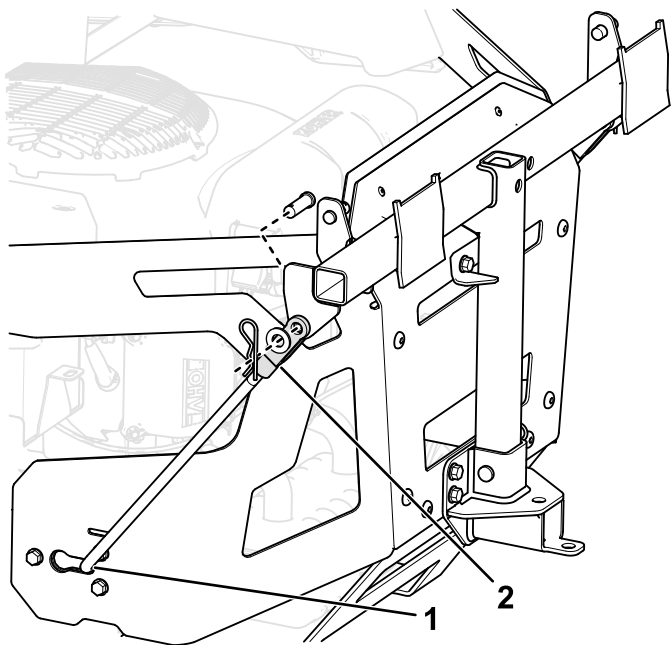

Figura 16
5. Installate l'estremità curva e svasata di un'asta nella scanalatura sagomata presente sul lato del telaio della macchina e spostate l'asta indietro per inserirla in posizione nel telaio (Figura 16).
7. Fissate le estremità dell'asta al telaio del cesto di raccolta come illustrato nella Figura 16 e fissate l'estremità di ciascun'asta con un perno con testa e una coppiglia.